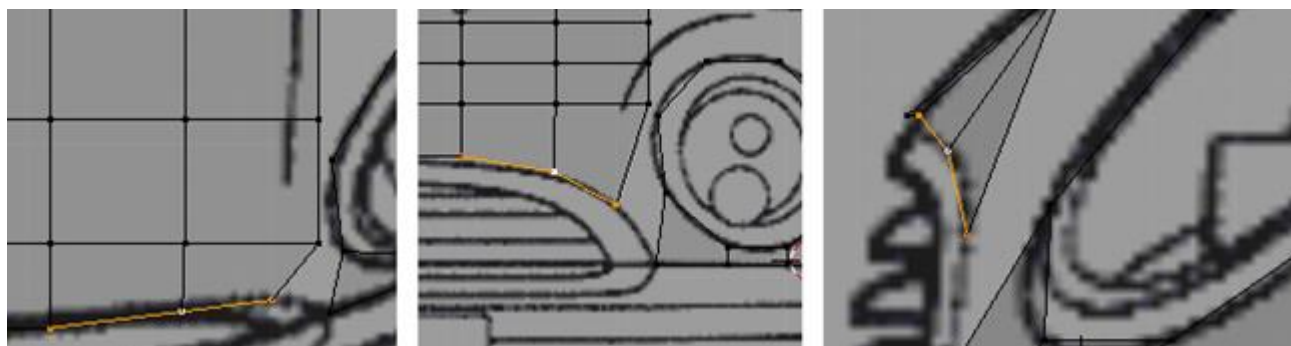

Figura 4.29
34. Seleccione os 3 vértices inferiores e, trabalhando sucessivamente em cada uma das 3 janelas, adapte-os ao modelo, figura 4.29.